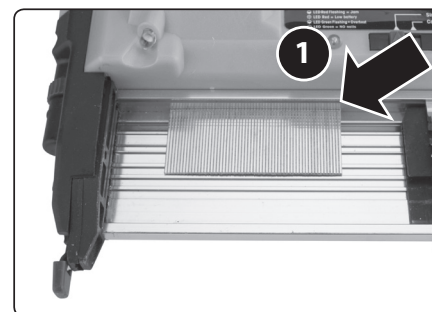
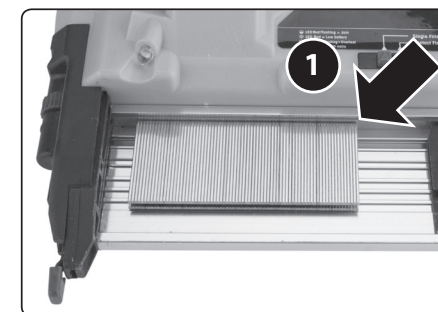

Abb. 2A, Platzierung des Nagelbandes
Abb. 3A, Platzierung des Klammerbandes
2. Führen Sie das Nagelband oder die Heftklammern so in das Magazin ein, dass die Nagelbandköpfe oder der Klammerbandbogen eng an der Oberseite des Magazins anliegen, wie in Abbildung 2A (Nagel Einführung) oder Abbildung 3A (Klammereinführung) gezeigt.